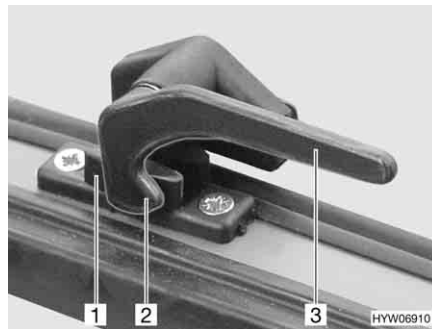

Bild 48 Låsarm i läget "stängd"
- Sväng låsarmen (Bild 48,3) ett kvarts varv mot fönstrets mitt.
- Sväng låsarmen (Bild 48,3) ett kvarts varv mot fönsterkarmen. Låsspaken (Bild 48,2) är placerad på insidan av fönsterlåset (Bild 48,1).
- I läget "helt stängt" (Bild 48).